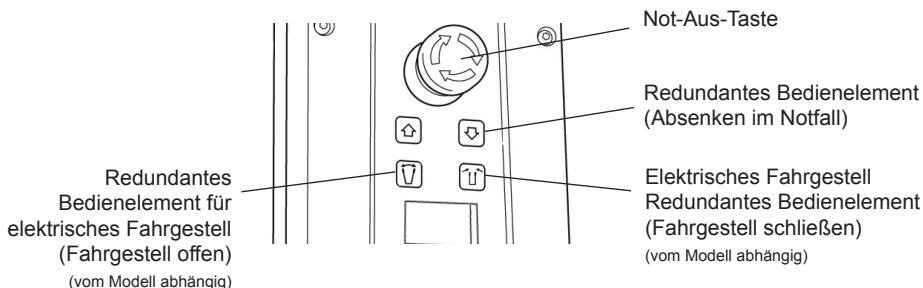

Fig. 8
- Befestigen Sie die Batterie am Steuerkasten und achten Sie dabei darauf, dass sich der rote Not-Aus-Knopf an der Steuerung in der herausgezogenen (EIN) Stellung befindet, indem Sie ihn entgegen dem Uhrzeigersinn drehen (Fig. 8).